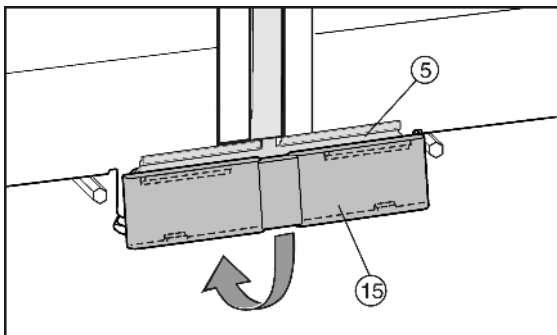

Fig. 11
- ▶ 将下面的盖板 Fig. 11 (15)从上面放置到连接架 Fig. 11 (5)上，并在下面卡住。